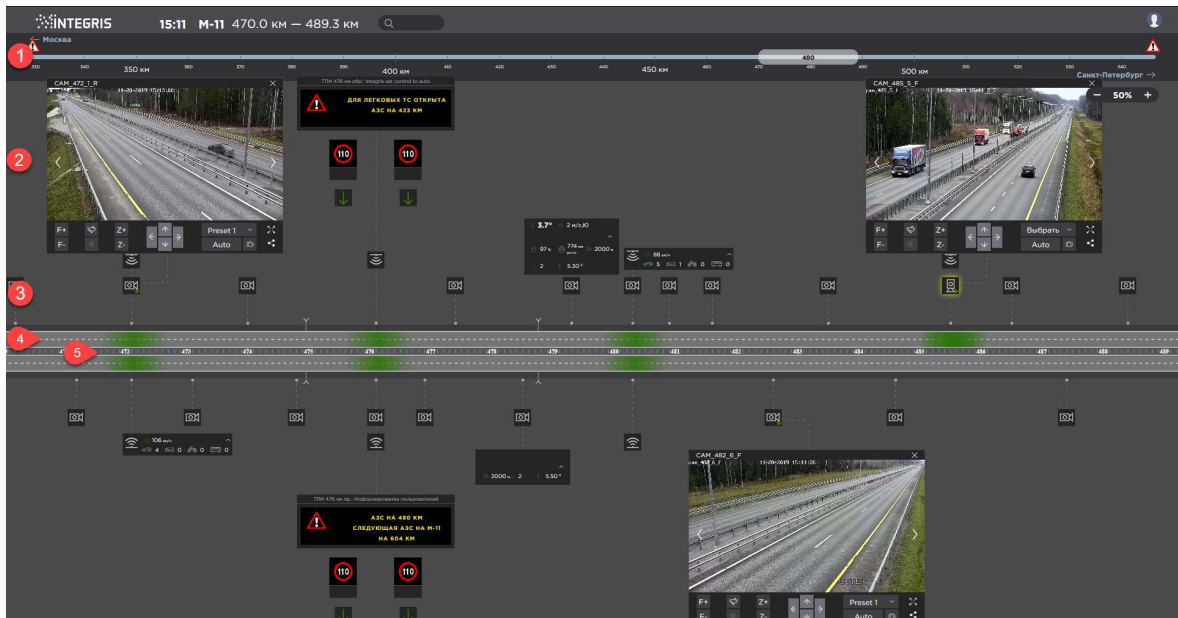

Рис. 58 Мнемосхема состояния оборудования опор
Линейная мнемосхема состояния оборудования опор наглядно демонстрирует текущее состояние оборудования (см. рис. 58а). Она включает в себя:
Область полос (4) на рис. 58 предназначена для выполнения следующих основных функций:
Область километровых отметок (5) на рис. 58 предназначена для облегчения ориентирования в области полос Мнемосхем и содержит хорошо различимые маркеры километровых отметок.